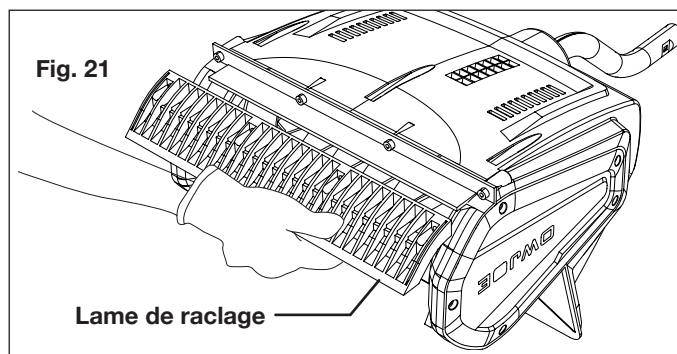

Fig. 21
2. Retirez la lame de raclage à changer (Fig. 21).